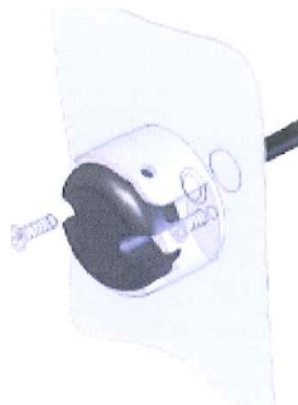

Fig. 27
Étape 4 : Vissez le support jusqu'à obtenir un jeu de 2 mm entre le support et le bouton (Fig. 27).
Étape 5 : Fixez le support sur la tôle de la porte à l'aide des vis fournies (Fig. 27).